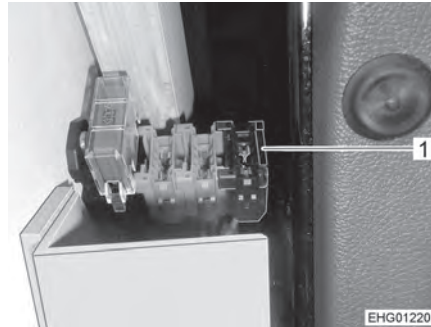

Bild 117 Sicherungshalter bei Linkslenker (Ford)
- Sicherung am Sicherungshalter (Bild 117,1) wechseln.